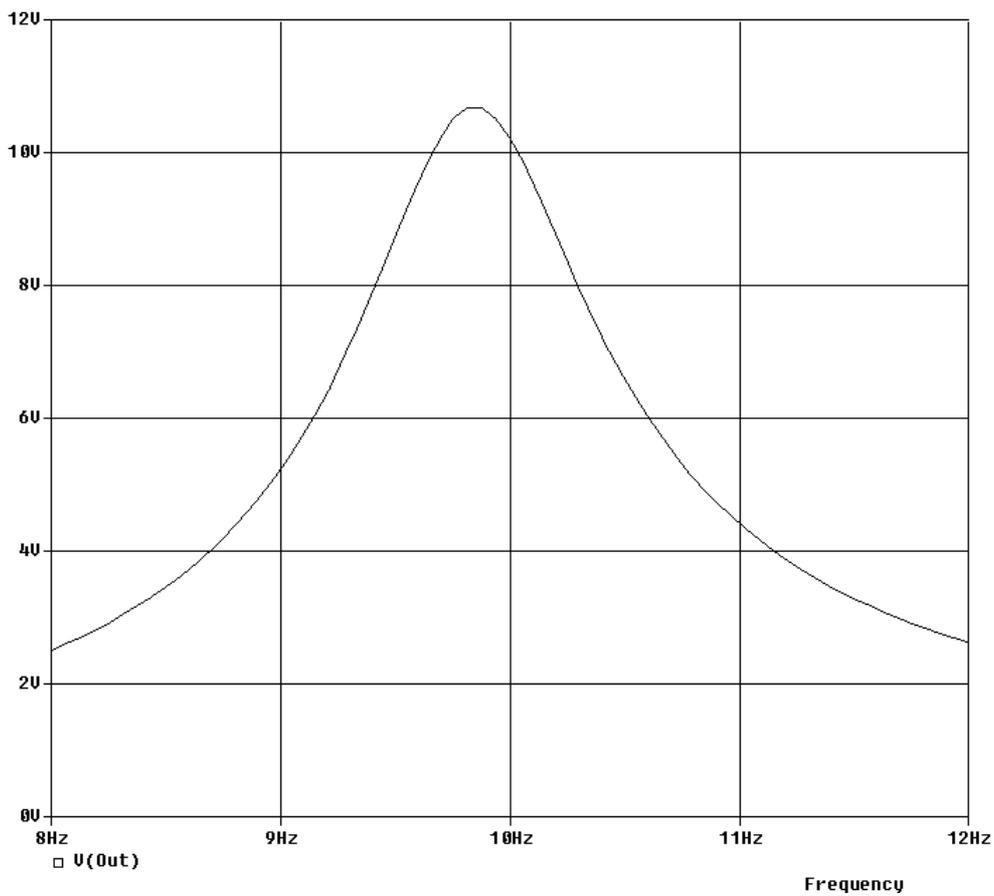

Рисунок 8.6 – АЧХ полосового фильтра до оптимизации
8.4.2 Запустить симуляцию. График АЧХ до оптимизации (**рис. 8.6**) сохранить в заготовке отчета.